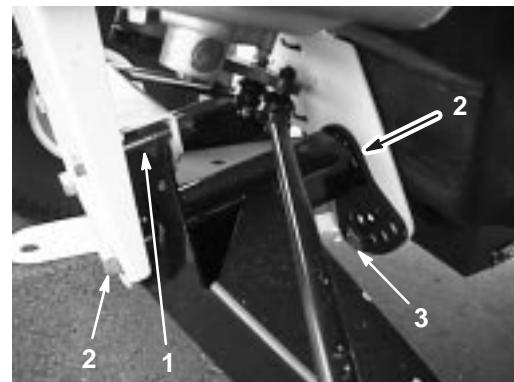

Figure 24
- 2. Enlevez le boulon limiteur de course (Fig. 24).
- 3. Desserrez les boulons de centrage dans le bras triangulé avant (Fig. 24).
- 4. Retirez le boulon de réglage de hauteur de caisse (Fig. 24).
5. Tournez le bras triangulé avant à la position voulue (voir la remarque ci-après), puis remettez en place le boulon de réglage de hauteur de caisse (Fig. 24).
7. Remettez le boulon limiteur de course (Fig. 24).